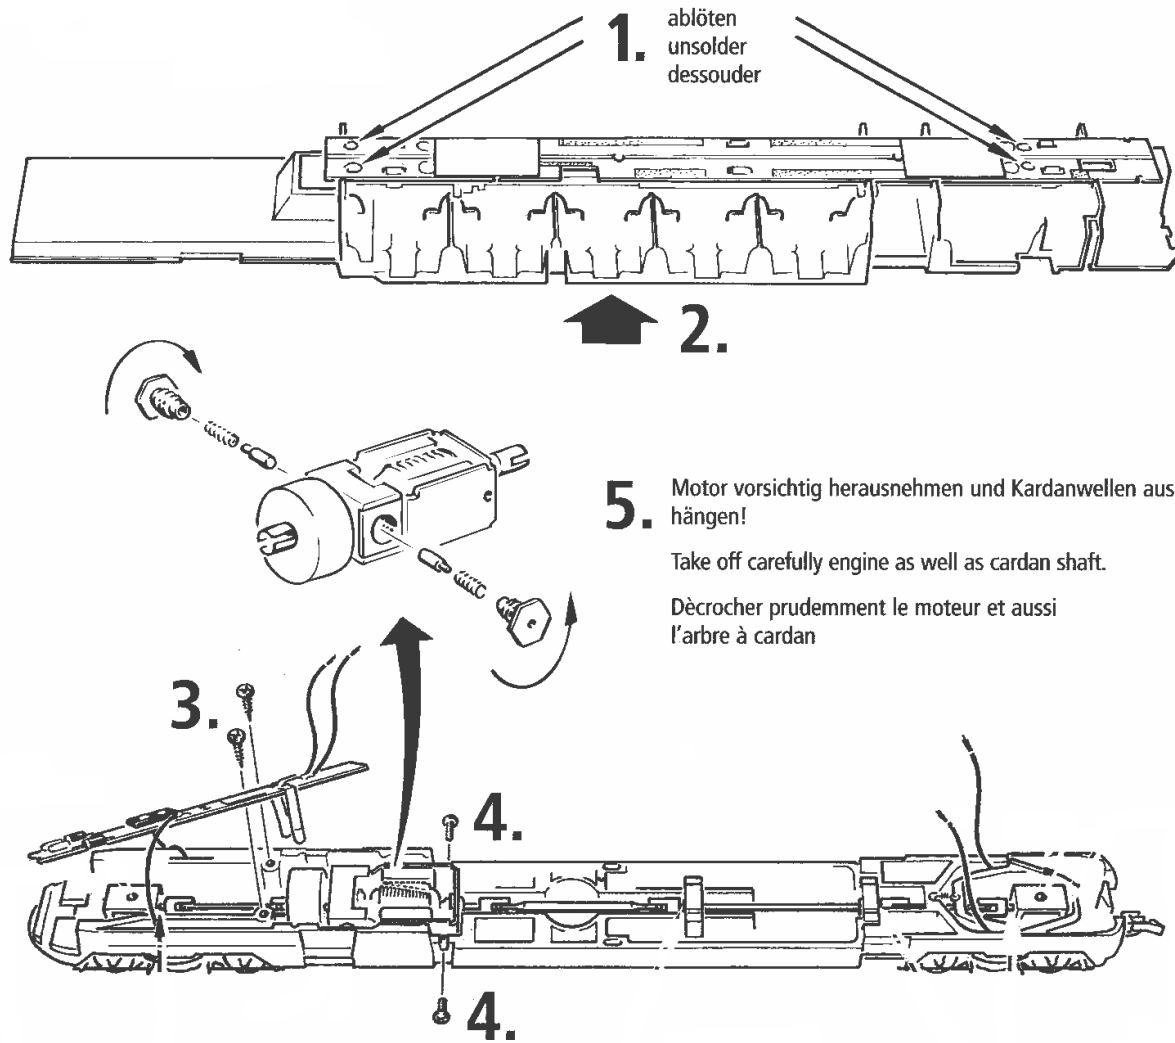

Fig. 9
**4. Haftreifenwechsel:** Zuerst den Getriebedeckel abnehmen (Fig. 9). Danach den **Radsatz** herausnehmen und die **Haftreifen** mit einer Nadel od. mit einem feinen Schraubendreher abziehen (Fig. 9). Beim Aufziehen der neuen Haftreifen darauf achten, dass diese sich nicht verdrehen.
**4. Change of traction tyre:** Remove the gear cover (fig. 9). Take out **wheel set** and remove **traction tyre** using a pin or a fine screwdriver (fig. 9). When pressing on the new traction tyre please **avoid twisting it**.
**4. Échange des bandages d'adhérence:** Démontez d'abord **le couvercle du carter des engrenages** des en-grenages (fig. 9). Délogez ensuite les essieux bandagés et enlevez, à l'aide d'une aiguille ou d'un tourne-vis fin, les bandages d'adhérence (fig. 9). Lors du montage des nouveaux bandages veuillez veiller à ce que les bandages **ne soient pas tor-dués**.